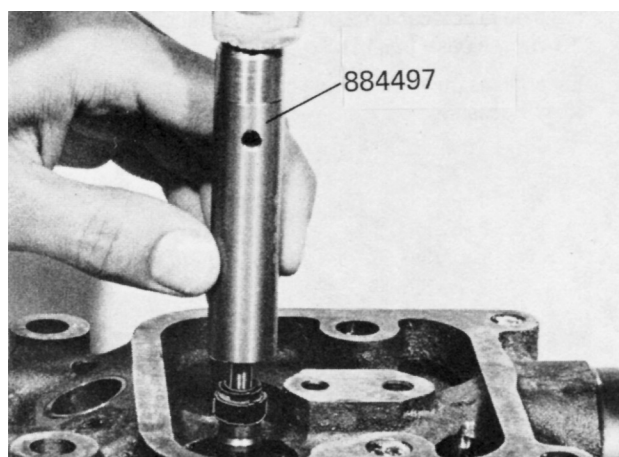

Figure 15. Montage des joints d'étanchéité aux soupapes d'admission.
1. Lubrifier les nouveaux joints d'étanchéité des soupapes d'admission. Poser la goupille de l'outil 884497 dans le guide. Emmancher le joint d'étanchéité sur la goupille et frapper légèrement dessus pour le faire descendre avec une douille, voir figure 15. Le joint sera correctement positionné lorsque la goupille est descendue à fond dans la douille.